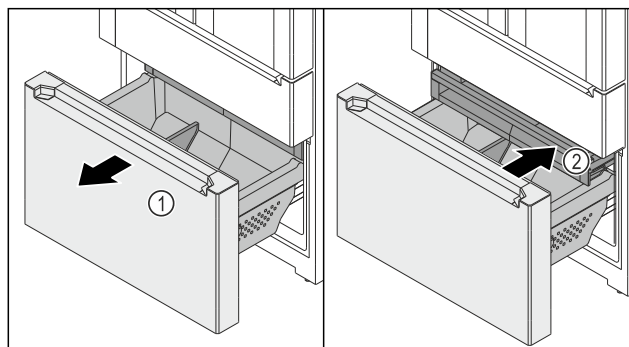

Fig. 151
- ▶ Izvucite izvlačnu kutiju Fig. 151 (1) do graničnika.
- ▶ Ladica Fig. 151 (2) je automatski izvučena.
- ▶ Ugurajte ladicu Fig. 151 (2).